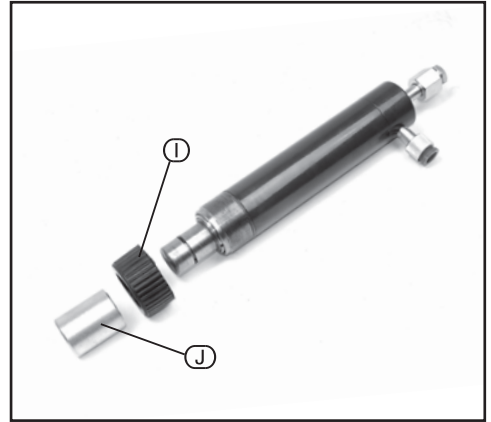

FIG.6
8.4 FITTING THE RAM UNIT - FIGS. 6 - 8